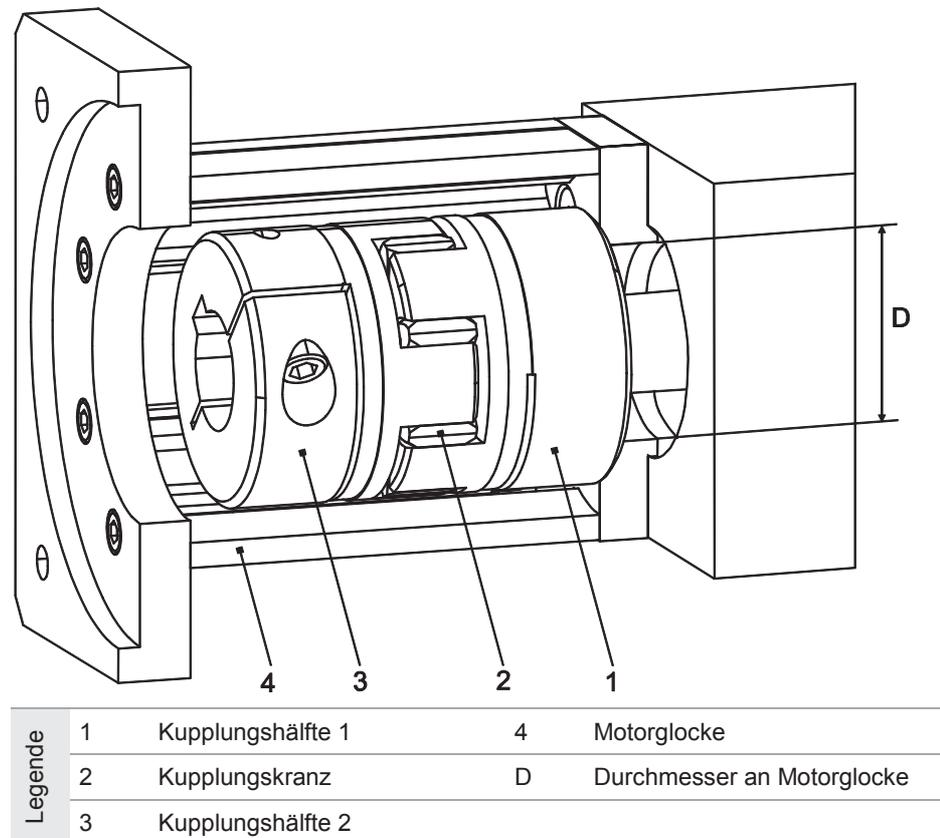

Bild 9 Motorglocke mit Motorkupplung am Antriebszapfen
3. Falls der Kupplungs-Durchmesser kleiner ist als das Maß D an der Motorglocke (4), zuerst die Kupplungshälfte 1 (1) (Bohrung bündig mit Antriebswelle) und danach die Motorglocke (4) montieren (Bild 9).